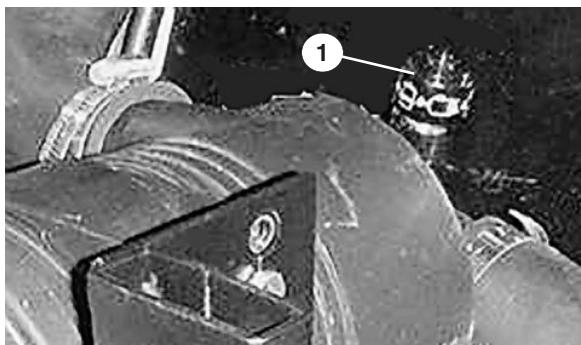

Bild 18
2. Warten Sie den Luftfilter, wenn die Verschmutzungsanzeige (Bild 18) Rot anzeigt oder alle 400 Stunden (bei sehr staubigen oder schmutzigen Bedingungen häufiger). Warten Sie den Luftfilter nicht zu häufig.
7. Stellen Sie die Anzeige (Bild 18) zurück, wenn diese weiterhin auf Rot steht.